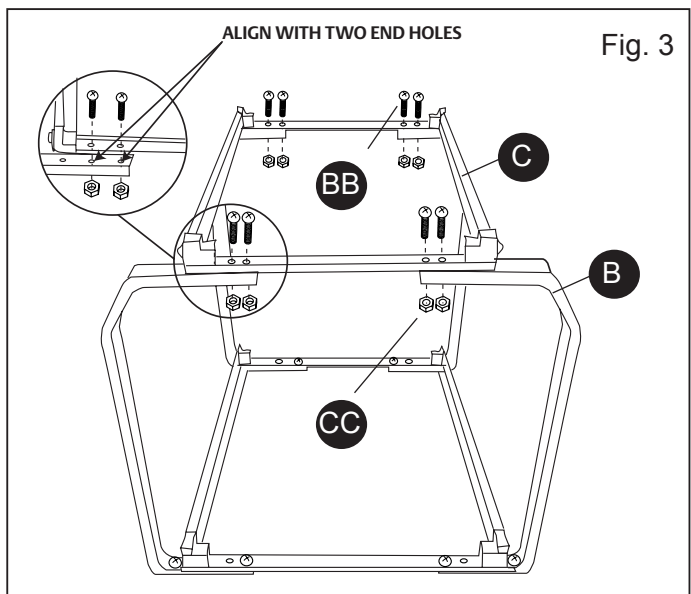

Fig. 3
2. Place second frame (C) on top of four brackets (B) and align **two END HOLES** in frame (C) with two holes in bracket (B) as shown in Fig. 3. Secure second frame (C) to brackets (B) with eight #10 screws (BB) and nuts (CC).
Placez le deuxième cadre (C) par-dessus les quatre supports (B) et alignez les **deux trous situés aux EXTRÉMITÉS** du cadre (C) sur les deux trous situés sur le support (B) tel qu'il est illustré à la figure 3. Fixez le deuxième cadre (C) sur les supports (B) à l'aide des huit vis no 10 (BB) et des écrous (CC).
Coloque el segundo armazón (C) por encima de los cuatro soportes (B) y alinee **dos orificios FINALES** del armazón (C) con dos orificios del soporte (B), como se muestra en la fig. 3. Ajuste el segundo armazón (C) a los soportes (B) usando ocho juegos de tornillos #10 (BB) y tuercas #10 (CC).